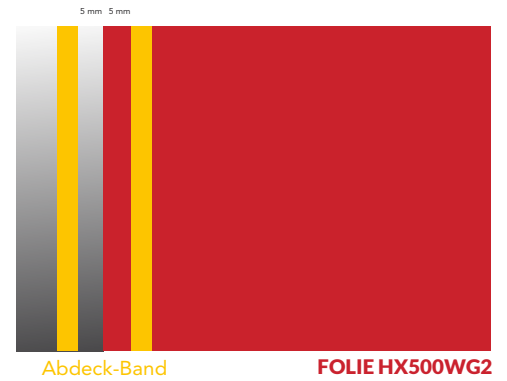

Abbildung 22
- 1 über der HX500WG2-Folie, 5 mm vom Rand entfernt. (Abb. 22)